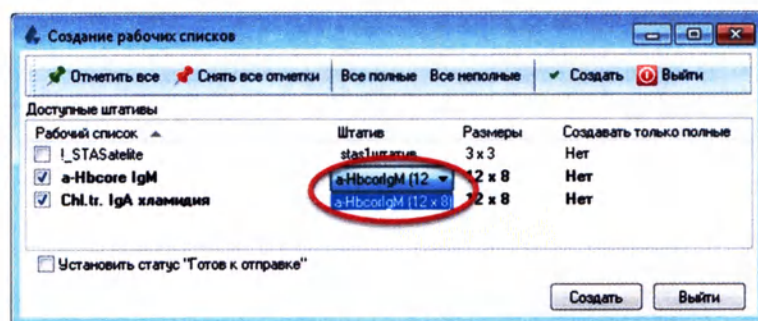

Рисунок 6.6
5. Для выбранного рабочего списка или нескольких рабочих списков назначьте тип штатива, как показано на рисунке ниже (Рисунок 6.6):